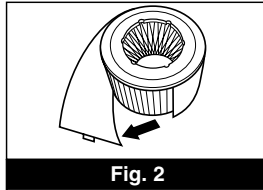

Fig. 2
**Paso 5:** Ubique la junta del prefiltro y retire cuidadosamente el sujetador para sacar el prefiltro del filtro HEPA (Fig. 2).